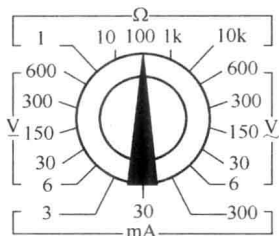

图 1-7 欧姆挡示意图
(1) 测量电阻的功能。测量电阻值是其常用的测量功能，还可测量电路的通与断状态。万用表转换开关置于欧姆挡，即“Ω”挡，这一测量挡有许多挡位，图 1-7 所示为 5 个挡位，分别是 1、10、100、1k 和 10k。测量不同阻值应使用不同挡位，通过转换开关进行各挡位的转换。